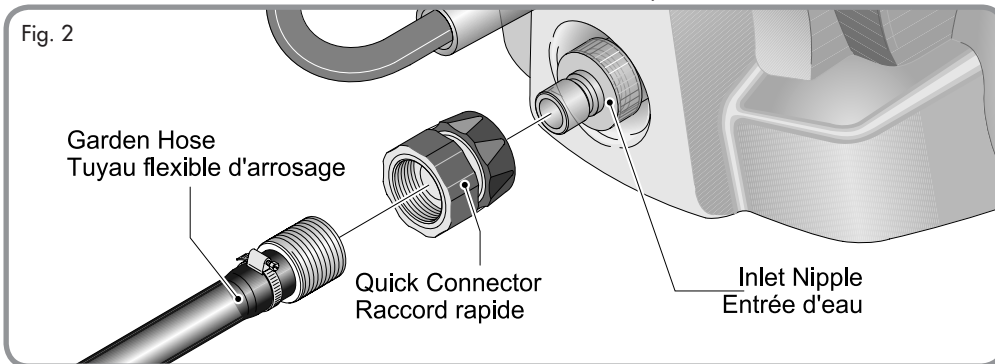

Fig. 2
(shown on page 13, figure 2)
- 12 Raccord d'entrée (installé en usine) (illustré en page 13, figure 2)
**3.2 WATER CONNECTION (Cold water)** Before connecting, run water through the garden hose (not supplied) to flush out any foreign matter. Attach garden hose to the pressure washer water inlet connection (Fig. 2). If your water source is a well, the garden hose length can only be 30 ft. Max.
**3.2 BRANCHEMENT D'EAU (Eau froide)** Avant d'effectuer le branchement, faire couler l'eau du boyau d'arrosage (non fourni) afin d'en extraire tout matériau étranger. Brancher le boyau de jardin au raccord d'entrée d'eau du dispositif de lavage sous pression. (Fig. 2) Si votre source en eau est un puits, la longueur du boyau à jardin pourra être seulement 30 pieds max.